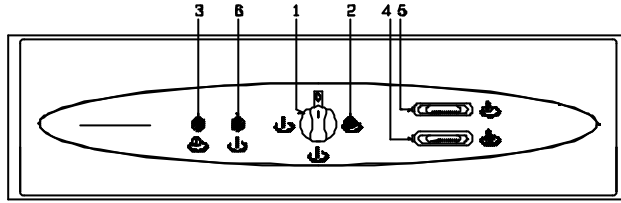
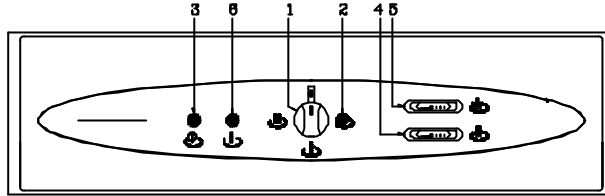

Fig. 9
Fig. 10
Accionar el selector (1), (Fig.9 y 10), a la posición de preparación (V) (2). Con ello se ilumina el piloto (3) y comienza el llenado y calentamiento del agua de aclarado y de lavado. La máquina esta preparada cuando el termómetro de aclarado (4) indica $85 \div 90^{\circ}\text{C}$ y el de lavado (5) indica $55 \div 60^{\circ}\text{C}$.
Situando el selector (1) en posición (I) (Fig.9) se pone en marcha el avance, y se ilumina el piloto (6).
- Selector en posición (I), velocidad lenta para un lavado más intenso (Fig.10)
- Selector en posición (II), velocidad rápida para lavado de vajilla menos sucia (Fig.10)
- Girar el interruptor a la posición “0” para apagar la máquina (Fig. 9 y Fig.10).